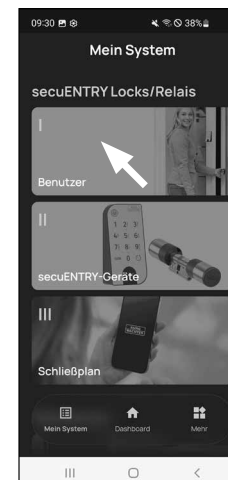

Fig. 1
- 1 Toque no primeiro item do menu "I - Utilizador" (Fig. 1).